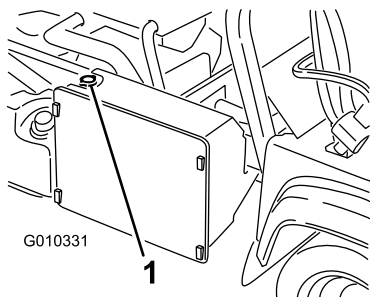

Figure 52
- Retirez le bouchon de radiateur (Figure 52).
- Faites l'appoint du radiateur et remettez le bouchon en place (Figure 52).